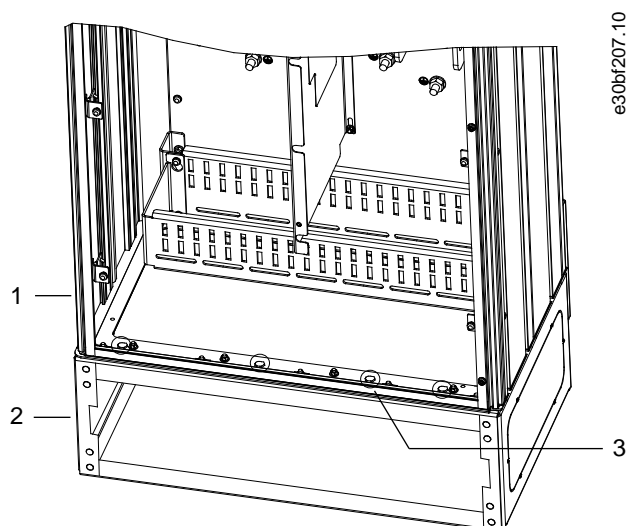

Рисунок 11: Точки крепления подставки к корпусу
4. Закрепите корпус вокруг верхней плоскости подставки с помощью шести фиксаторов M10x30. См. Рисунок 11. Затягивайте каждый из болтов без усилия, пока все не будут завернуты на место.